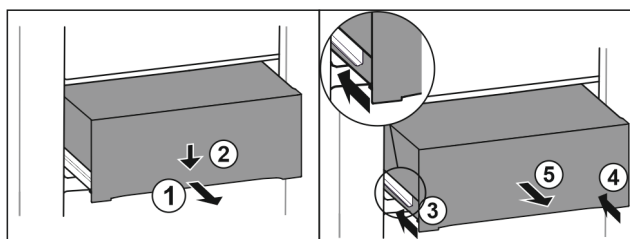

Fig. 157
- ▶ Wyciągnąć szufladę do połowy. Fig. 157 (1)
- ▶ Popchnąć szufladę z przodu w dół. Fig. 157 (2)
- ▶ Wsunąć lewą szynę o ok. 2 cm. Fig. 157 (3)
- ▶ Wsunąć prawą szynę o ok. 2 cm. Fig. 157 (4)
- ▶ Wyjąć szufladę do przodu. Fig. 157 (5)